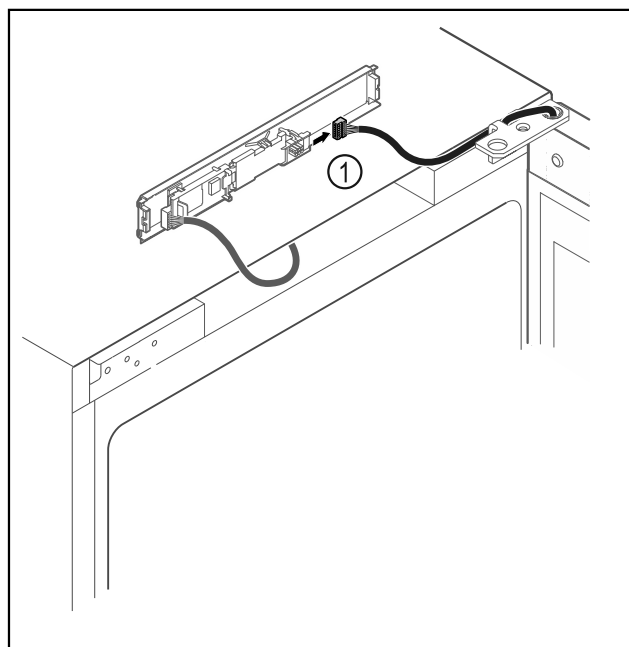

Fig. 19
- Αποσυνδέστε το φις Fig. 19 (1) από την πλακέτα.